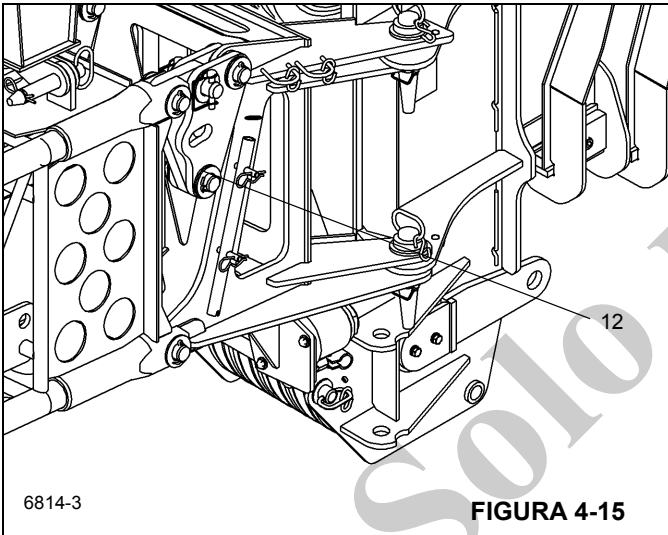

FIGURA 4-15
- b. Quite el pasador de bloqueo, dos arandelas y el pasador de descentramiento (12). Figura 4-15.
- b. Instale el pasador de descentramiento, dos arandelas y el pasador de bloqueo (12). Figura 4-15.